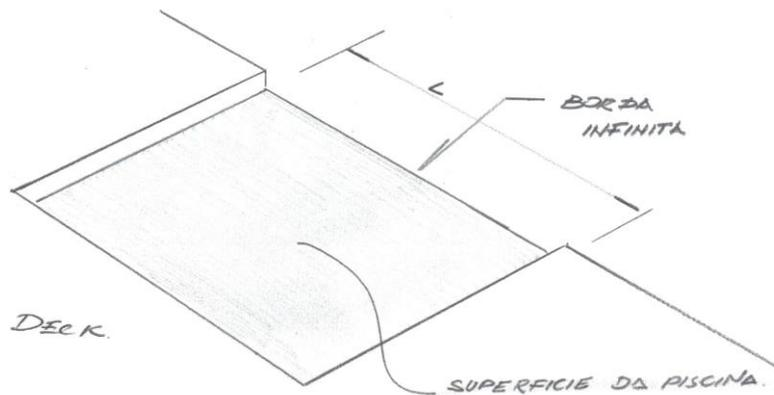

Figura 03 – Esquema da piscina com B.I
4.8.1. Recomenda-se o emprego de materiais que permitam eventual enchimento ou desbastes no centro superior da B.I (figura 03).